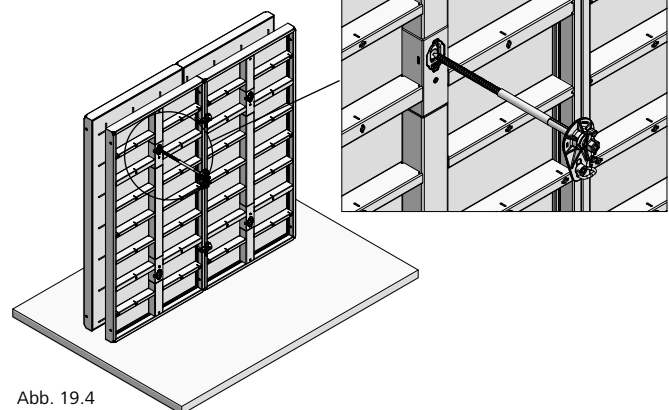

Abb. 19.4
5. XT-Anker DW 20 durch die Kombi-Ankerstelle von der Schließschalungsseite aus in die Kombi-Ankerstelle des Stellschalungselementes mit einer Ratsche (SW 36) eindrehen (Abb. 19.4). Eine Gelenkflanschnutter auf der Stellschalungsseite wird nicht benötigt.